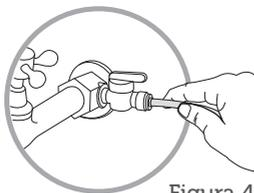

Figura 4
- 6- Encaixe a outra ponta da mangueira na saída de água do adaptador (Figura 4). Certifique-se de que a mangueira esteja completamente encaixada. Verifique a marca indicativa na ponta da mangueira. Caso precise cortar a mangueira, use o gabarito que se encontra no item "Gabarito" deste manual para garantir que o encaixe até 16 mm (1,6 cm).